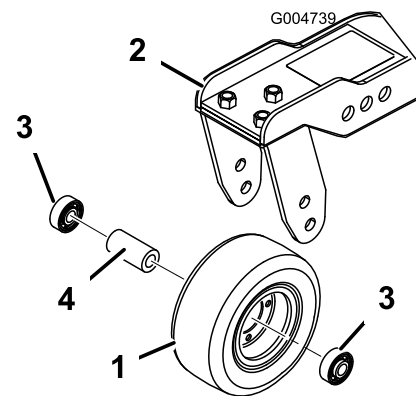

**Figura 109**
1. Retire la contratuerca del perno que sujeta el conjunto de la rueda giratoria entre la horquilla (Figura 109) o al brazo de pivote (Figura 110).
2. Retire el cojinete de la rueda y deje que se caiga el suplemento del cojinete (Figura 109 y Figura 110).